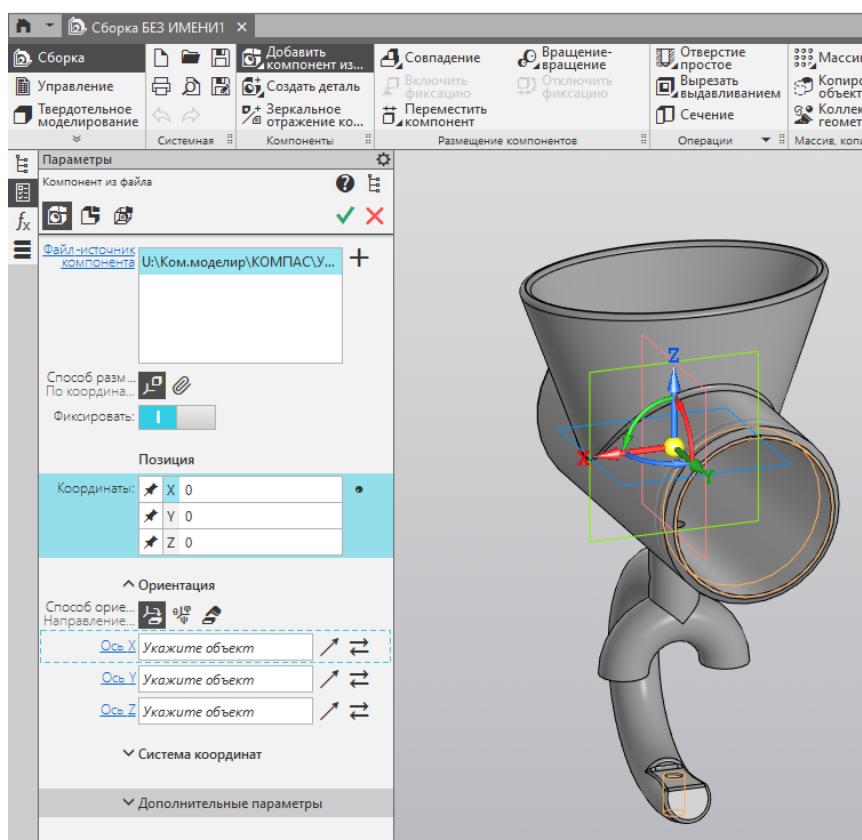

Рисунок 80 – Настройка компонента из файла для размещения корпуса как базовой детали
11.3 Установите в любое место рабочей зоны корпус, а в настройках компонента из файла задайте всем трем координатам X, Y, и Z значение 0 (рис. 80). Корпус будет считаться базовой деталью сборки, поэтому только для нее рекомендуется указать нулевые координаты положения. Подтвердите операцию нажатием зеленой галочки и после нажмите красный крестик для завершения операции (иначе вам будет предложено добавить еще одну деталь корпуса).